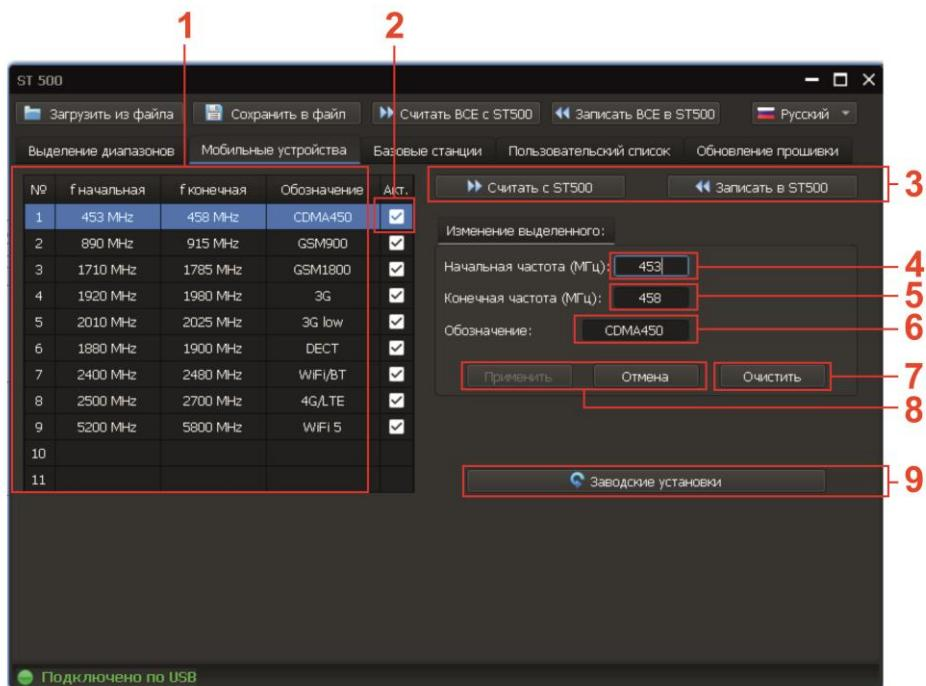

Рис.50
Включение режима осуществляется переходом на вкладку «Мобильные устройства». Экран прибора после включения режима представлен на рис.50.
Цифрами на рис.50 обозначено:
1. Перейти на вкладку «Мобильные устройства». Экран ПК представлен на рис.50.
- начальной и/или конечной частоты (рис.50, п.4,5)
- ввести обозначение диапазона (рис.50, п.6)
- установить признак активности (рис.50, п.2)
- начальной и конечной частоты (рис.50, п.4,5)